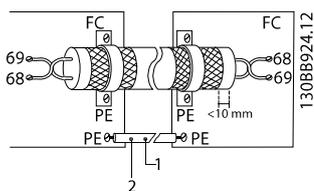

**Рисунок 2.24** Кабели из витой пары
Эта клемма подключается к земле через внутреннюю цепочку RC. Для снижения помех между проводниками используются кабели из витой пары. Рекомендуемый метод показан на *Рисунок 2.24*:
**Таблица 2.6** Пояснения к *Рисунок 2.24*